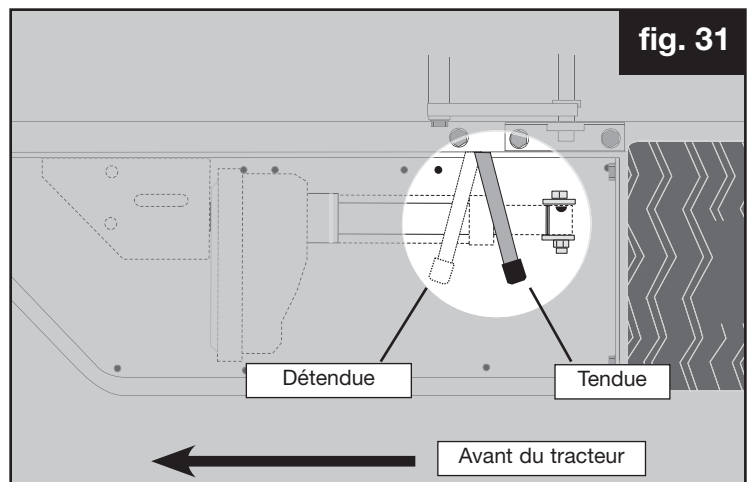

fig. 31
(Figs. 31, 32, 33 & 33a)
2. Détendez la courroie d'entraînement du plateau de coupe à l'aide du levier situé sous le marchepied gauche (Fig. 31).
1. Détendre la courroie en poussant le levier (page 14 fig 31) vers l'avant
- ✓ Que la tige de tension est appliquée correctement (Page 14, Fig. 31).